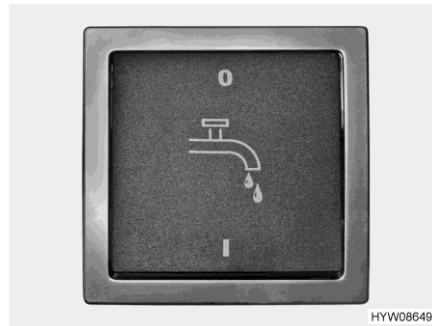

Bild 147 Schalter (Wasserpumpe)
- ▷ Bevor die Wasserarmaturen benutzt werden können, müssen die 12-V-Versorgung am Panel und die Wasserpumpe am Schalter (Bild 147) eingeschaltet sein. Die Wasserpumpe arbeitet sonst nicht.